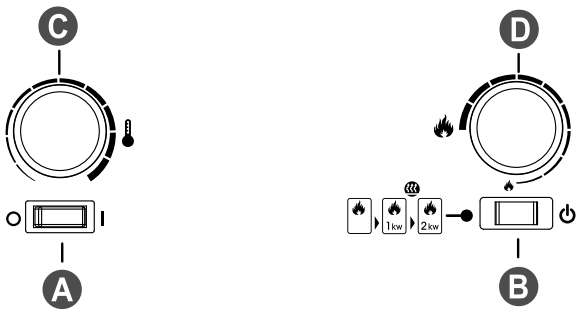
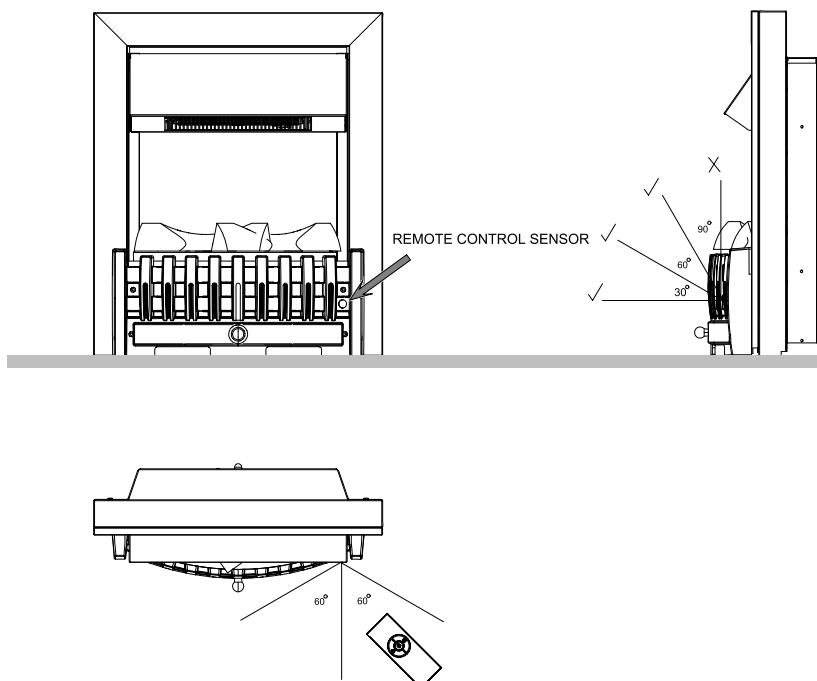

Fig.2
Fig.12
4. La manopola di controllo della fiamma "D" (Fig. 2) può essere ruotata verso l'alto o il basso per creare un effetto più realistico.
1. Premere l'interruttore "A" su **(0)** (vedere Fig. 2).
9. Premere l'interruttore "A" su "ON" (1) (vedere Fig. 2).
1. Premere l'interruttore "A" su "OFF" **(0)** (vedere Fig. 2).
7. Premere l'interruttore "A" su "ON" (I) (vedere Fig. 2).
Sul pannello di controllo, affinché il telecomando funzioni, l'interruttore A (vedere Fig. 2) deve essere sulla posizione "ON" (I). Sul telecomando sono presenti 3 pulsanti (vedere Fig. 7). Per poter funzionare correttamente, il telecomando deve essere puntato verso l'effetto di combustione anteriore (vedere Fig. 12). Le funzioni del telecomando sono le seguenti: